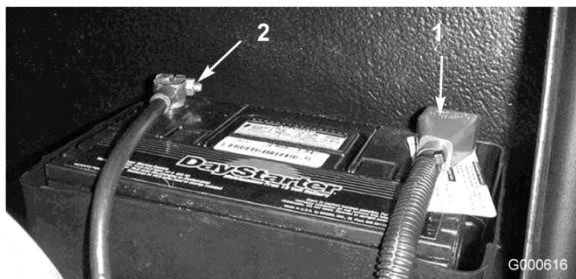

Figura 42
5. Collegate il cavo positivo (rosso) al terminale positivo (+) e il cavo negativo (nero) al terminale negativo (–) della batteria (Figura 42). Fissate i cavi ai poli con viti a testa cilindrica e dadi. Verificate che il terminale positivo (+) sia completamente sul polo, e che il cavo sia posizionato in modo aderente alla batteria. Il cavo non deve toccare il coperchio della batteria. Fate scorrere la guaina di gomma sul morsetto positivo per evitare un cortocircuito.